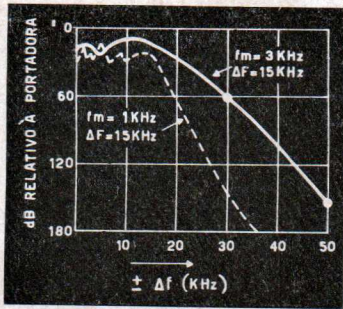
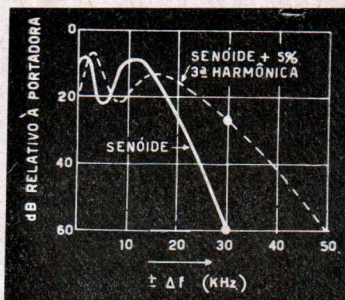
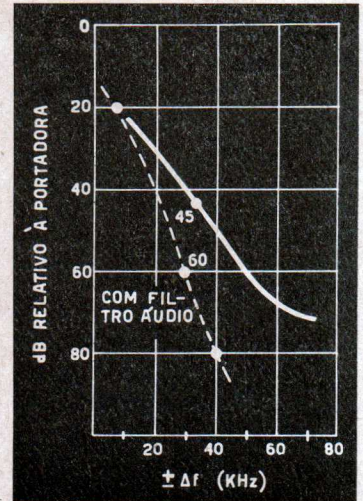

Figura 3
Figura 4
Figura 5
2.1 — O espectro de FM é constituído de inúmeras frequências laterais distanciadas entre si da frequência de modulação e com amplitudes decrescentes com a distância a portadora (Figura 3). As frequências laterais que caem na faixa de recepção do canal adjacente devem estar atenuadas de 90 db pelo menos. A figura 3 mostra que a diminuição da amplitude das laterais é maior para frequência de modulação menor — com desvio de frequência constante. Por exemplo, com 15 KHz de desvio temos em 30 KHz de distância da portadora a lateral do espectro com modulação de 3 KHz atenuada de 60 db e com modulação de 1 KHz 130 db. O receptor adjacente com 50 KHz de separação de canais com faixa de recepção de  $\pm 20$  KHz não é interferido pela modulação de 1 KHz do canal vizinho mas será pela de 3 KHz. Semelhante problema acontece com modulações distorcidas. A figura 4
mostra que a 30 KHz de distância uma modulação senoidal (sem distorção) tem a lateral do espectro FM atenuado de 60 db, como vimos também pela figura 3, mas com 5% de distorção de 3ª harmônica, esta atenuação passa de 60 para 25 db apenas, sendo meramente 60 db a uma distância da portadora de 50 KHz. Com filtros RF no transmissor não se consegue atenuar suficientemente as laterais além da faixa nominal, que é relativamente pequena, o que exigiria filtros de Q irrealizáveis. Por isto é necessário atenuar antes do modulador as frequências elevadas de modulação. A figura 5 mostra o espectro FM da voz com e sem filtro de áudio no transmissor. Vê-se que a 30 KHz da portadora a atenuação aumenta com filtro de 45 para 60 db.